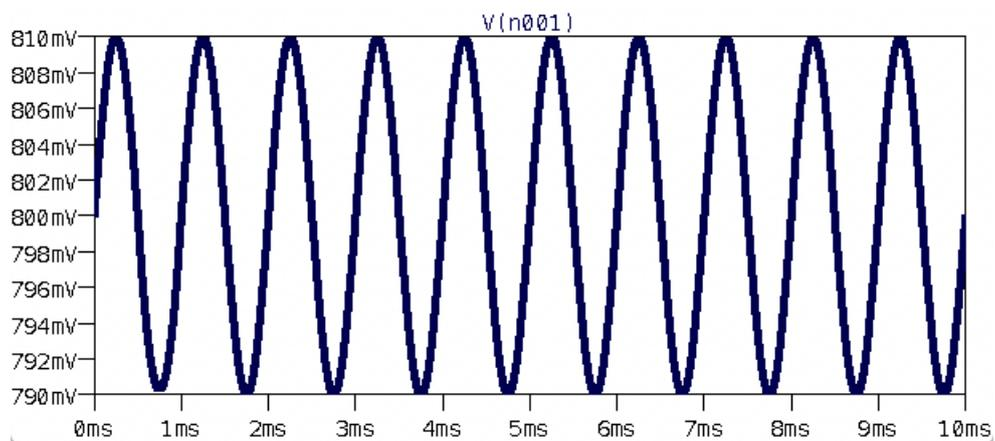

Abbildung 13: Zeitlicher Verlauf $u_D(t)$.
2. Der zeitliche Verlauf der Spannung $u_D(t)$ ist in Abbildung 13 zu sehen.